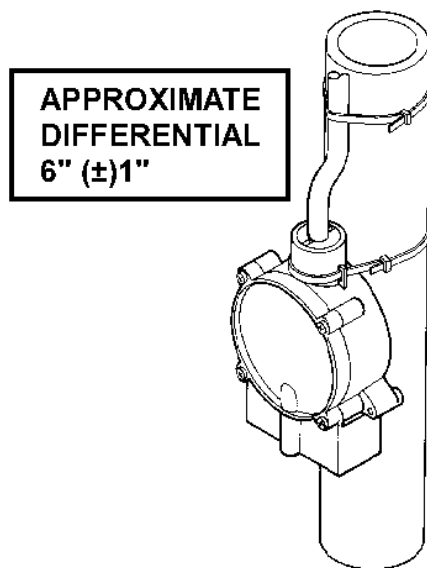

FIGURE 3 - RS-5 MOUNTED TO PIPE
3. For universal installation, refer to Figure 3. The RS-5 can be attached to a pipe with the cable ties provided. Slots are provided at the upper collar of the switch housing to enable you to secure the switch to piping. Use one cable tie to attach the switch to the piping through the slots on the collar. The other cable tie should be used to secure the power cord to the piping approximately 3" above the switch collar as shown in Figure 3.
3. Pour l'installation universelle, se référer à la Figure 3. Le RS-5 peut être fixé à un tuyau à l'aide des colliers de serrage fournis. Des fentes situées sur le collier supérieur du coffrage des interrupteurs vous permettront de fixer solidement l'interrupteur au tuyau. Utiliser une des attaches de cordon pour fixer l'interrupteur au tuyau via les fentes sur le collier. Utiliser l'autre collier de serrage pour fixer le cordon d'alimentation au tuyau à environ 7,6 cm (3 po) au-dessus du collier de l'interrupteur, tel qu'illustré à la Figure 3.